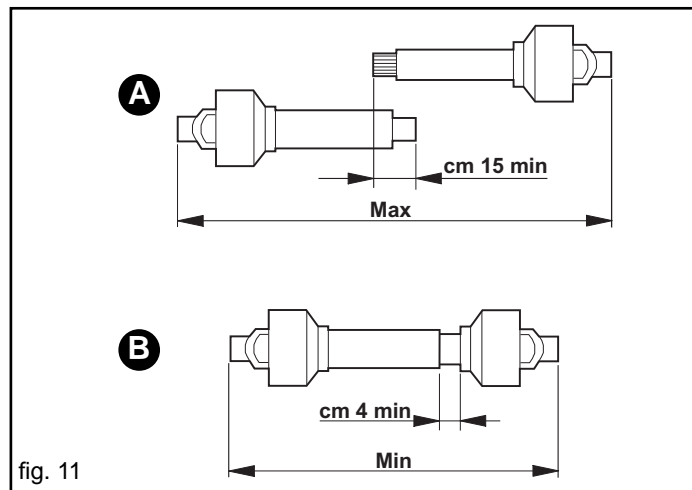

fig. 11
- Quando l'albero cardanico è sfilato al massimo, i due tubi devono sovrapporsi per almeno 15 centimetri (A Fig. 11). Quando esso è inserito al massimo, il gioco minimo consentito deve essere di 4 centimetri (B Fig. 11).